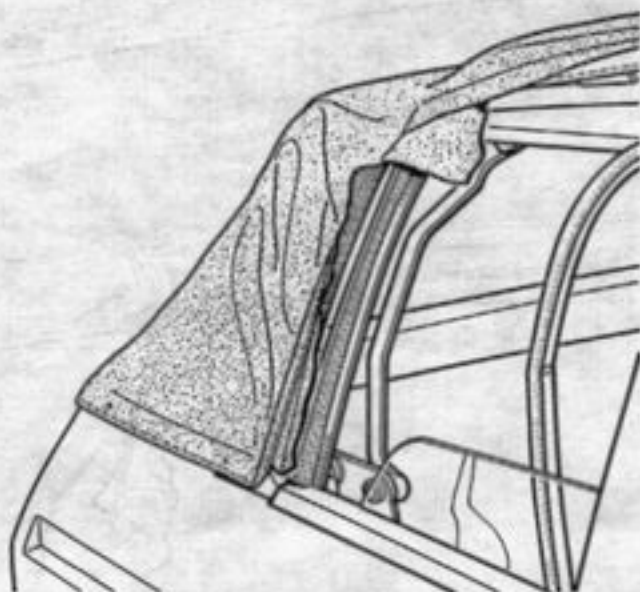

Figure 11
- Décoller la toile de capote sur l'armature d'entrée de custode, (figure 11)